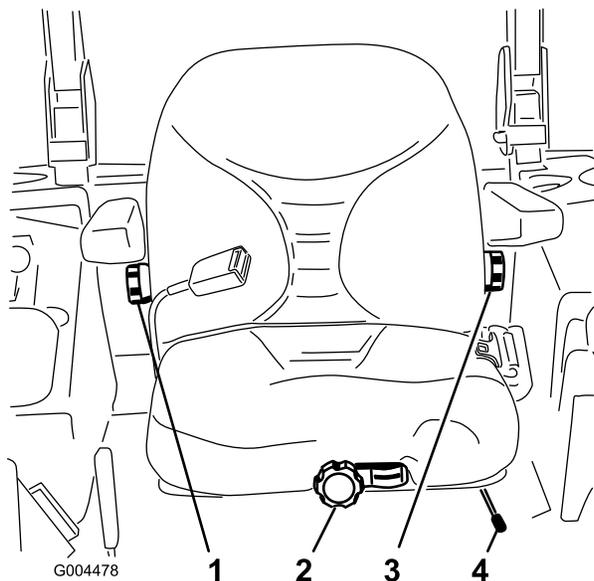

图8
1. 要调整座椅请侧向移动控制杆打开座椅的锁定 图8。
不要坐在座椅上将前方的旋钮向任一方向旋转以提供最佳的舒适性图8。
要调节座椅靠背可向任一方向旋动位于右侧扶手下方的旋钮以提供最佳的舒适性图8。
要调节座椅靠背可向任一方向旋动位于左侧扶手下方的旋钮以提供最佳的舒适性图8。